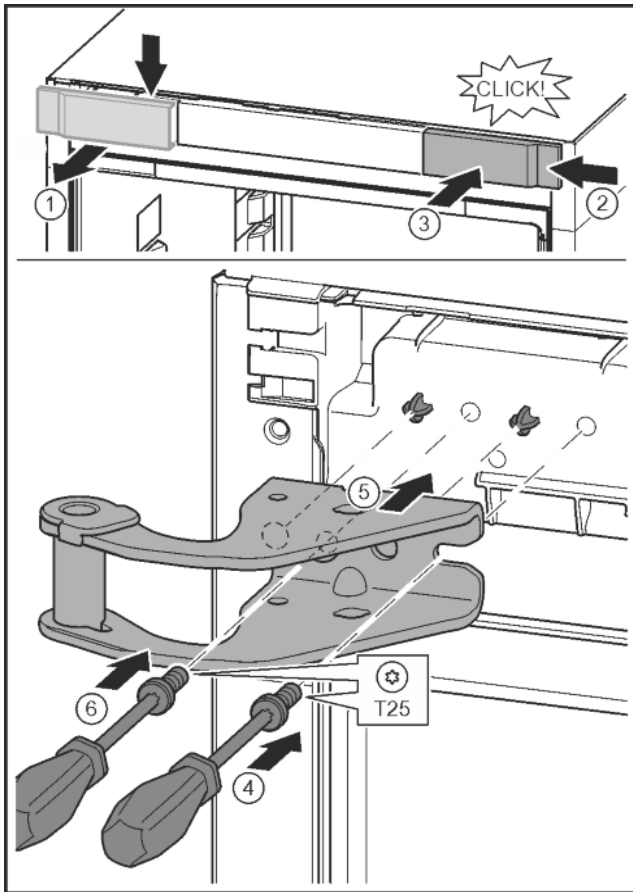

Fig. 16
- ▶ Развийте капака и го свалете настрана. Fig. 16 (1)
- ▶ Закачете капака, завъртян на 180°, от другата страна отдясно. Fig. 16 (2)
- ▶ Фиксирайте капака. Fig. 16 (3)
- ▶ С отвертка T25 поставете винта. Fig. 16 (4)
- ▶ Поставете горната лагерна стойка. Fig. 16 (5)
- ▶ Затегнете винта. Fig. 16 (4)
- ▶ С отвертка T25 поставете винта и го затегнете. Fig. 16 (6)